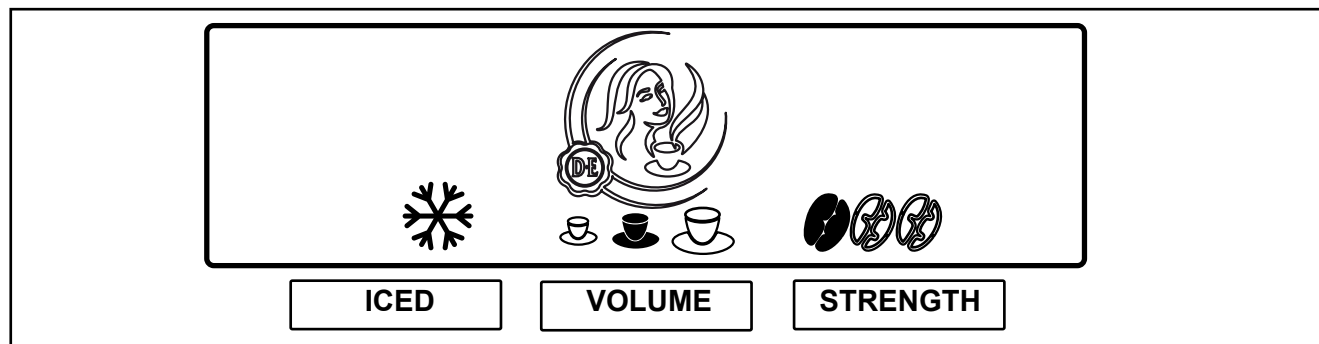

Рис. 16
2. Нажать на кнопку „STRENGTH“ („КРЕПОСТЬ“), чтобы активировать этот вариант предварительного выбора. На дисплее отображаются три кофейных зерна. (Рис. 16)